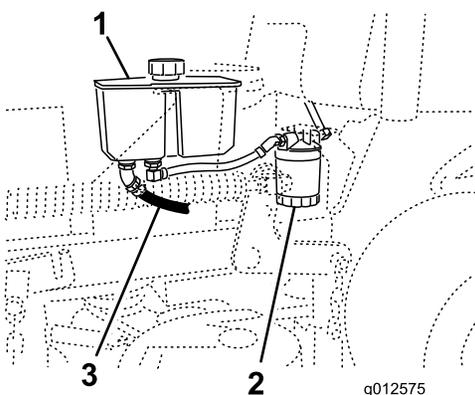

図 73
4. 油圧オイルタンクの下にある前油圧ホースを探し出し、その下にオイル受け容器を置く 図 73。